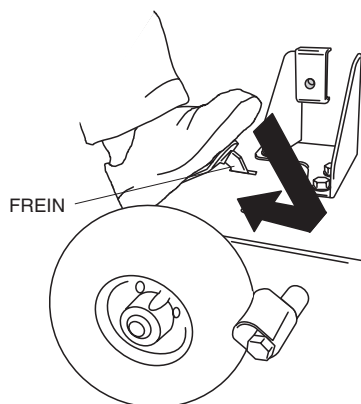

Figure 12. Serrer le frein
1. Appuyer sur la pédale du frein tout en tirant sur la poignée en T jusqu'à ce que le frein soit complètement enfoncé. Voir Figure 12.